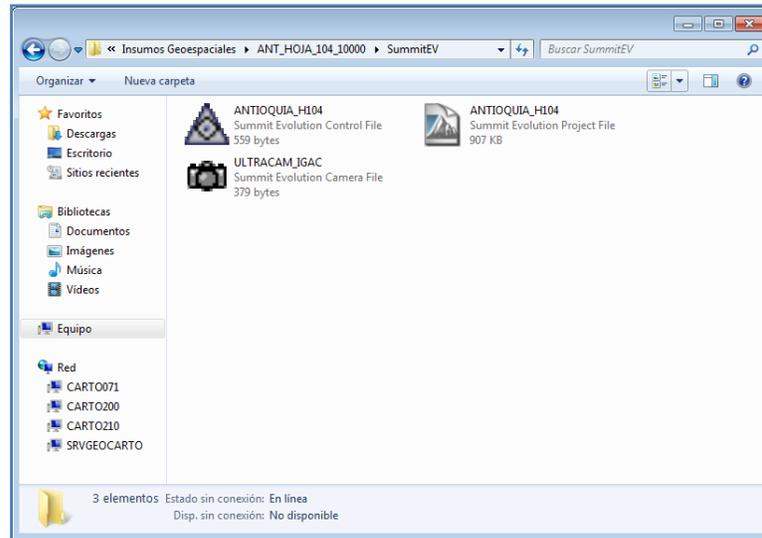

Figura 15. Carpeta con archivos de aerotriangulación del proyecto
- Ingrese a Edit/Project en el menú herramienta de la ventana de DAT/EM Summit Evolution – Lite Edition. De click en el botón ModifyPaths y redireccione Camera y Control a la carpeta de proyecto Summit que anteriormente copio en su disco local. (Ver Figura 15).